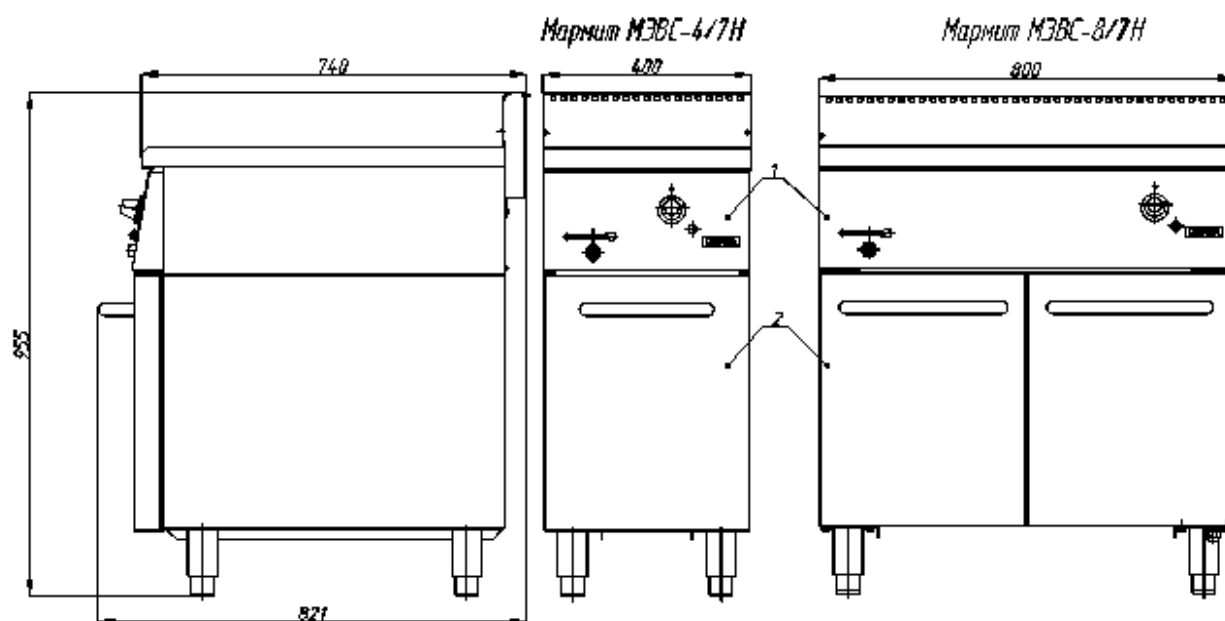

Рисунок 1- Внешний вид изделия
**5.1 Изделие состоит из следующих основных элементов (рисунок 1):**